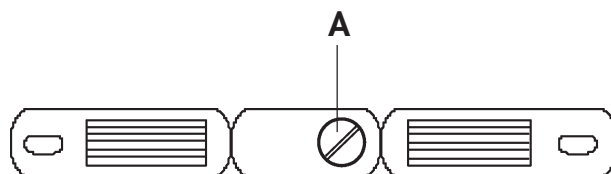

Fig. 30
- Servendosi di una moneta, svitare il tappo tondo **A** (Fig. 30) e rimuoverlo dalla sede.
- Riavvitare il tappo tondo **A** (Fig. 30) della batteria al proprio posto.